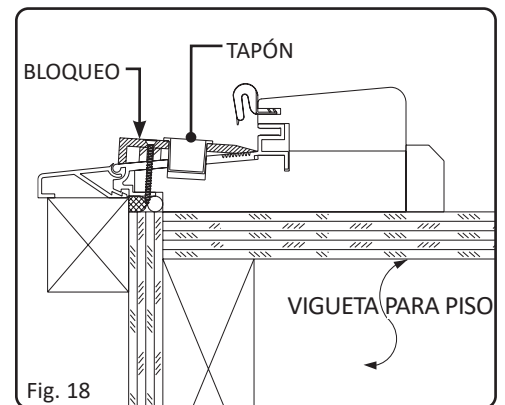

Fig. 18
Esta instrucción es solo para las unidades de puerta francesa equipadas con una opción de bloqueo de punto único/pestillo embutido. El paquete incluye un kit que consiste en una placa de apoyo de la parte superior, tapón, bloque de pestillo con muelle embutido de vinilo y tornillos (Fig. 18.).
- Usando la base del tapón como localizador, coloque el bloqueo del pestillo con muelle (Fig. 18). Perfore previamente un orificio guía de 7/64" (3 mm) de diámetro a través de los orificios del bloqueo de pestillo embutido. Retire el bloqueo de pestillo embutido. *Guarde para la reinstalación posterior.*